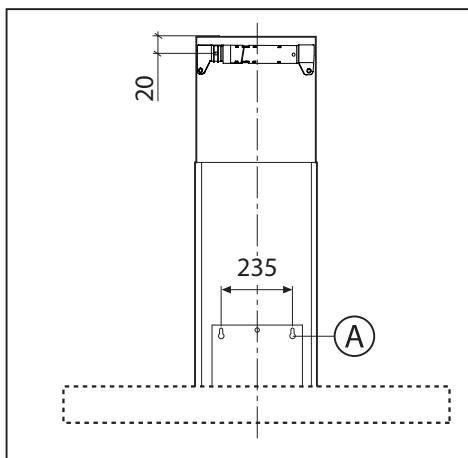

Fig.2
-Unter Einhaltung der angegebenen Maße die Löcher **A** bohren (Abb.2).
-Dann anhand der Schrauben **A** (Abb.4) so an der Decke befestigen, daß er mit der Abzugshaube ausgerichtet ist und die in Abb.2 angegebene Entfernung von der Decke einhalten.